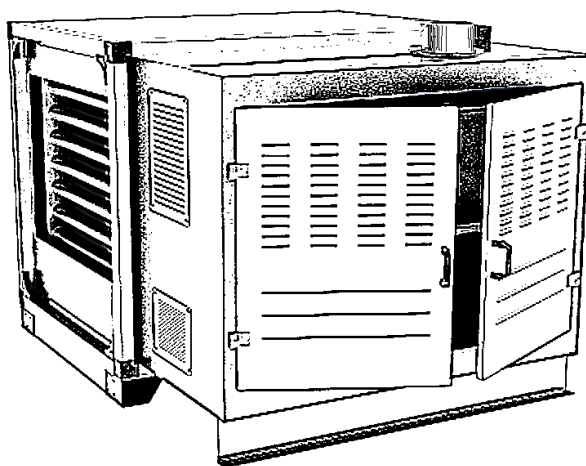

Рис.43. Газовый воздушонагреватель
- дымовая труба должна быть установлена выше уровня крыши (рис.43). Высота трубы определяется расчётным путём согласно СП 42-101-2003;